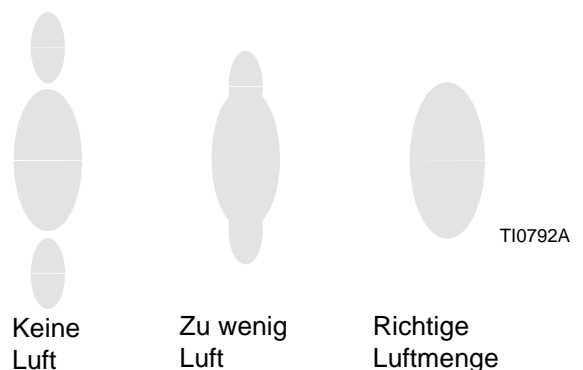

ABB. 14
5. Den Zerstäuberluftdruck auf etwa 5 psi (3,5 kPa, 0,35 bar) beim Abziehen einstellen. Das Spritzbild überprüfen, danach den Luftdruck langsam erhöhen, bis der Strahl vollkommen zerstäubt wird. Siehe ABB. 14. Sieben bis zehn psi (4,9 to 7,0 kPa, 0,49 to 0,7 bar) ist normalerweise genug, um die Reste vollkommen zu zerstäuben, besonders bei Material mit niedriger Viskosität. Das Einstellen eines höheren Luftdrucks verursacht Materialaufbau in den Luftkappen und verringert die Übertragungswirksamkeit. Der Luftdruck zur Pistole darf 0,7 MPa (7 bar) nicht überschreiten.